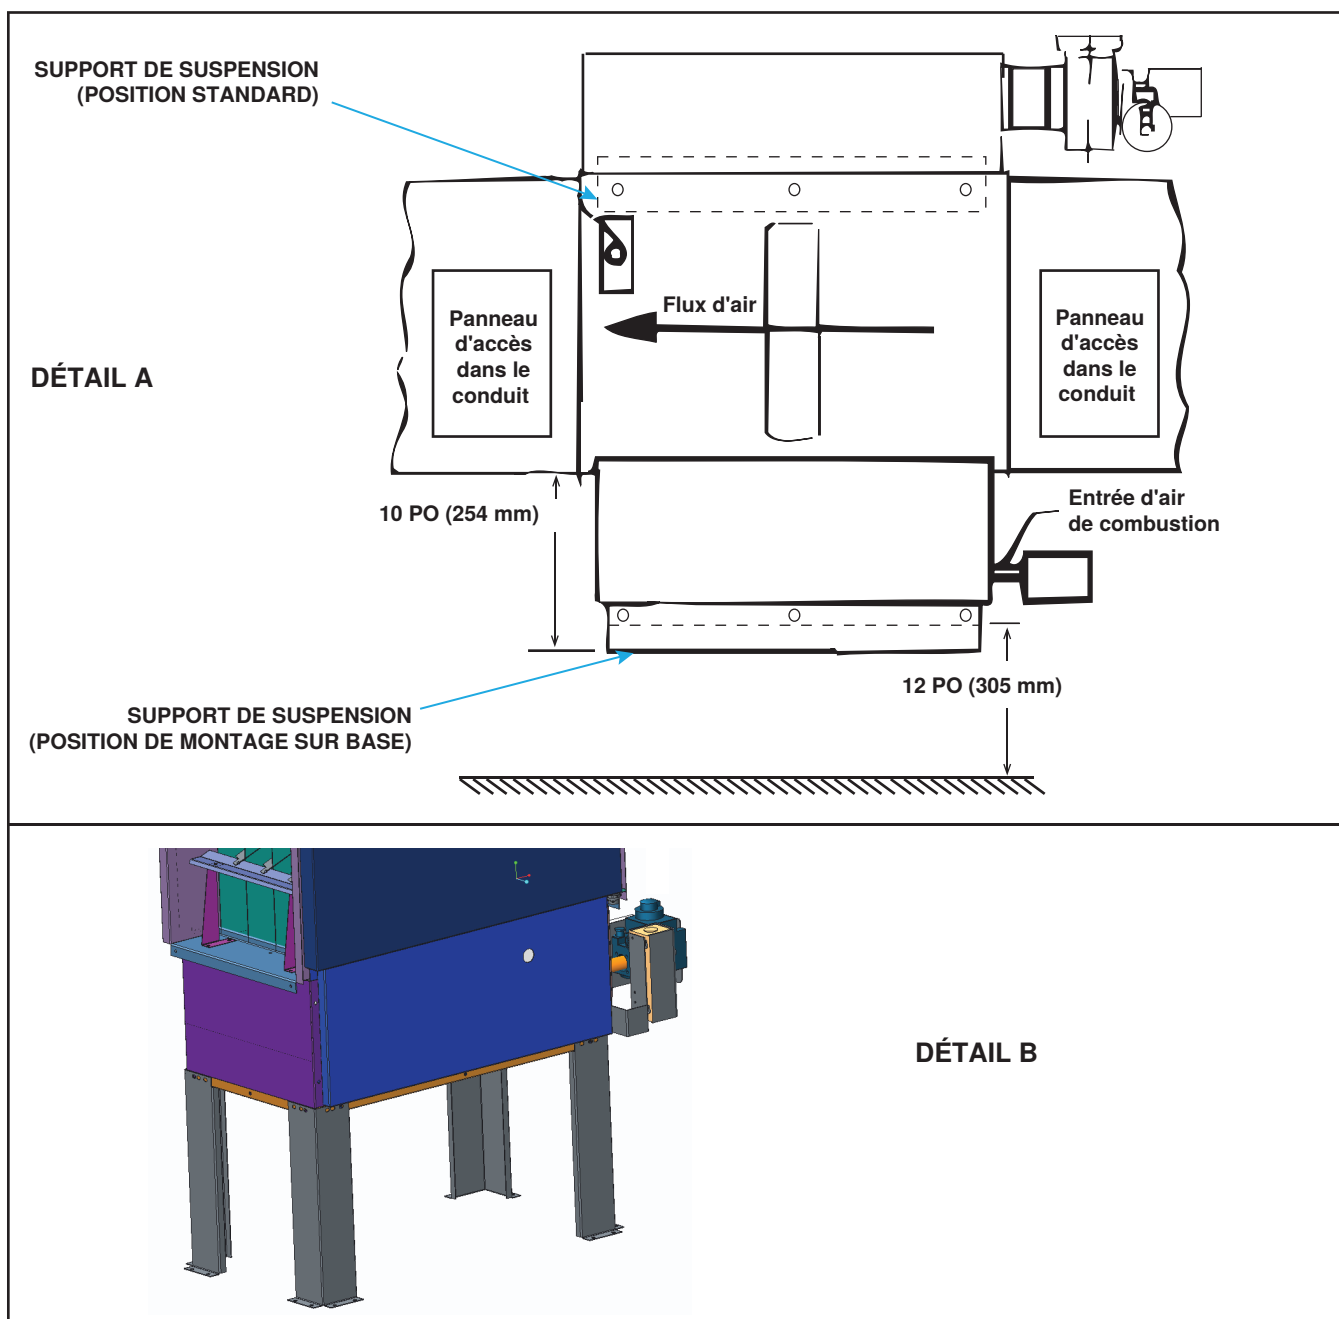

Figure 10. Four simple à montage sur base
1. Changez l'emplacement du support pendant, comme indiqué à la **Figure 10**, DETAIL A.
2. Installez quatre supports de pied (voir **Figure 10**, DETAIL B) du kit de montage de la base (PN 1034022). Fixez les supports de pied avec les vis fournies dans les trous existants à l'avant. Percez de nouveaux trous de support de jambe à l'arrière.